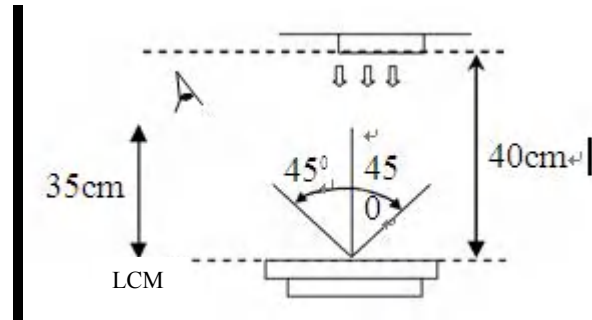

图 4)
9.1.1 通常在 $22\pm 3^{\circ}\text{C}$ ， $50\pm 10\%\text{RH}$ 的环境，光强度 500Lux 下（20W 日光灯，40cm 距离左右）检验员的眼睛与模块之间的距离为 $35\text{cm}\pm 5\text{cm}$ ，LCD下面用背光源来检查（见图4）